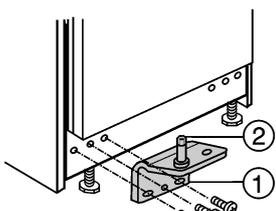

Fig. 9
- Inserire i perni della cerniera Fig. 9 (2) nel blocco di supporto Fig. 9 (1) con le rondelle nel supporto della porta in basso.
- Avvitare fermamente il blocco di supporto Fig. 9 (1) a 4 Nm.